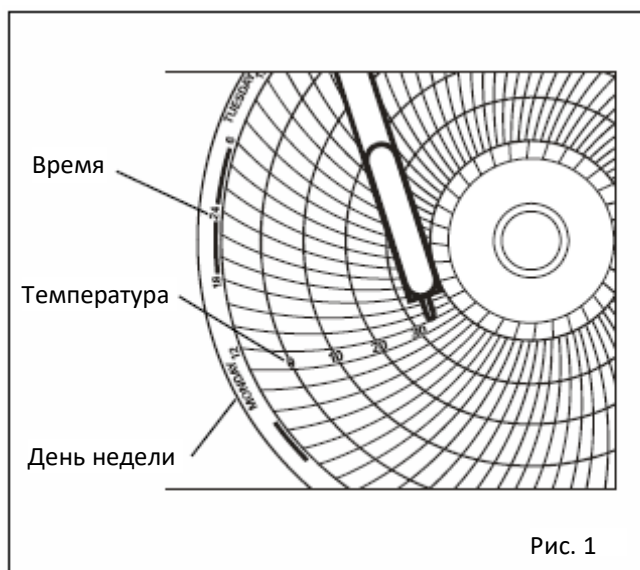

Рис. 1
2. Слегка поднимите конец фиксатора пера и снимите со стопора фиксатора пера. Затем поверните по часовой стрелке (пока верхняя часть пера не окажется на подъемнике пера), как показано на рис. 1.